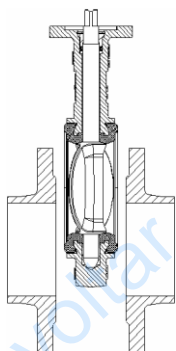

рис. 1
1. Удостоверьтесь, что поверхности фланцев чисты и без повреждений, заслонка устанавливается между фланцами без трудности и без повреждений футеровки (см. рис. 1). Если расстояние между фланцами недостаточное, дополнительно используйте фланцевую распорку. Внутренний диаметр фланцев должен соответствовать размерам приведённых в таблице 4.